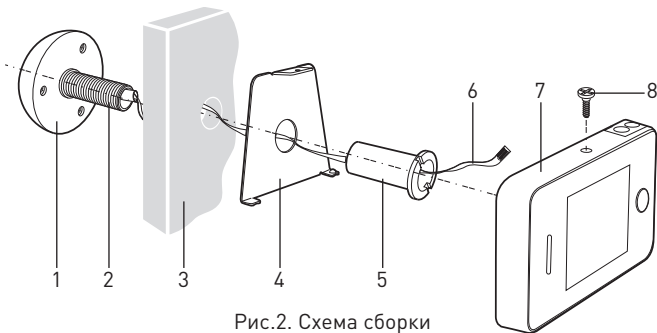

Рис.2. Схема сборки
4.9. Установить модуль видеотображения на кронштейн. Закрепить их с помощью винта. (рис.2)